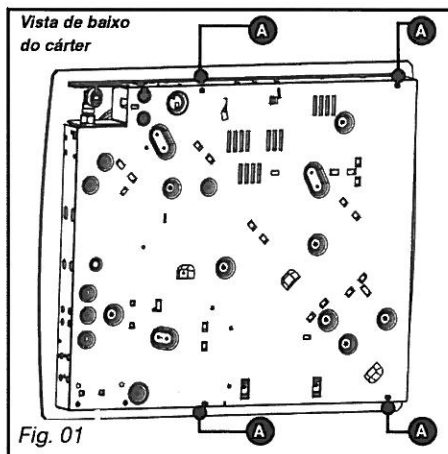
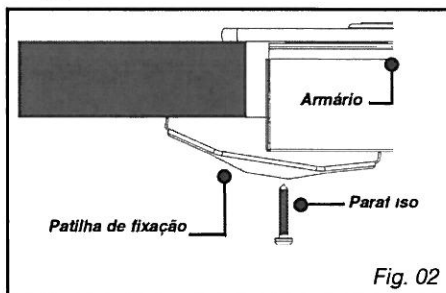

Fig. 01
Fig. 02
Respeitar as indicações do esquema (Fig. 01).
– Para garantir a boa vedação entre o cárter e a bancada de trabalho, cole a junta de espuma no contorno exterior do cárter (Fig. 02).
– Se desejar, poderá imobilizar a placa com as quatro patilhas e os parafusos fornecidos (Fig. 02), que se fixam aos quatro cantos do cárter. Utilize obrigatoriamente os orifícios previstos para este efeito, conforme indicado na imagem acima (Fig. 01).
– **Ligação com tubo flexível metálico** (inox) **ondulado com encaixes mecânicos** aparafusáveis cujo tempo de vida é ilimitado (Fig. 01).
– **Ligação com tubo flexível** em borracha reforçada **com encaixes mecânicos** aparafusáveis cujo tempo de vida é de 10 anos (Fig. 02).